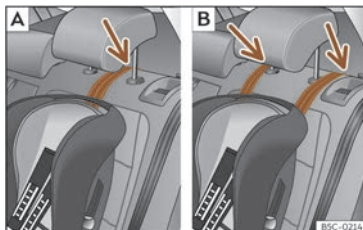

Fig. 45 Bancheta din spate: reglarea și asamblarea trebuie făcute conform curelei Top Tether.
• **Scaunele din spate:** așezați cureaua pe sub tetieră (conform instrucțiunilor scaunului, ridicați sau demontați tetiera dacă este necesar) >>> **fig. 45.**